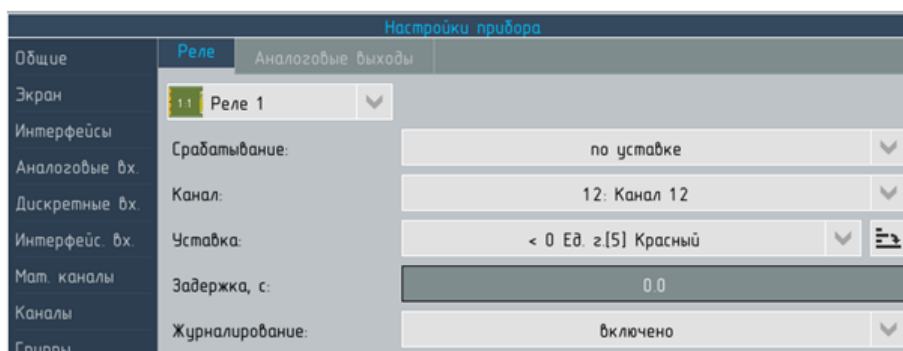

Рисунок 6.63 – Настройки прибора. Раздел **Выходы**, вкладка **Реле**, аргумент – событие
- ▶ **По событию** – реле срабатывает, если назначенное для него событие переходит в состояние «1» (см. рисунок 6.63).